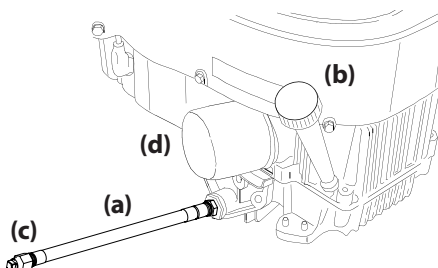

Figura 4-5
2. Ubique la manguera de drenaje de aceite (a) en el lado derecho del motor. Consulte la Figura 4-5.
7. .Figura 4-5. Drain the engine oil into the collection container.